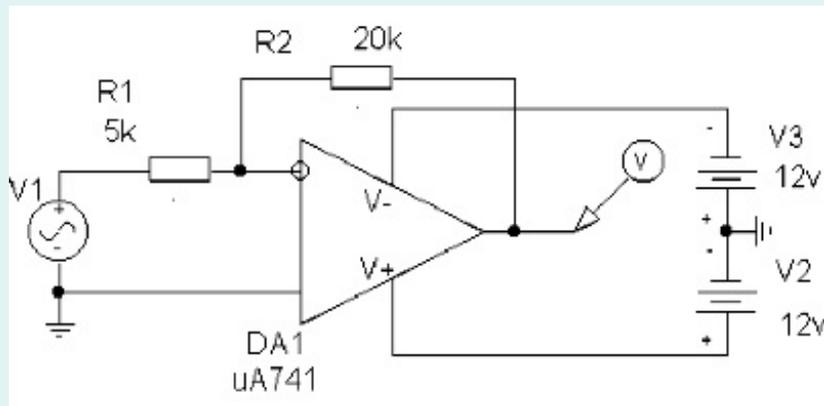
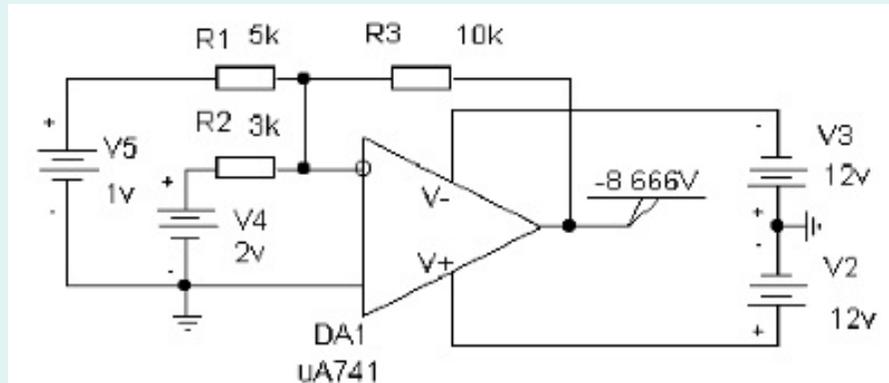

Рис. 6. Рабочая схема инвертирующего усилителя на ОУ
Рис. 8. Рабочая схема суммирующего усилителя
4. Собрать схему инвертирующего усилителя (рис. 6) с параметрами, заданными в табл. 1. На вход подать синусоидальный сигнал с амплитудой 100 мВ и частотой 1 кГц и определить коэффициент усиления инвертирующего усилителя.
6. Собрать схему сумматора (рис. 8). Параметры сумматора заданы в табл. 1. На входы подать постоянное напряжение (см. табл. 1). Определить напряжение на выходе усилителя.
7. Для исследования схемы инвертирующего усилителя необходимо собрать схему усилителя согласно рис. 6.
схему инвертирующего усилителя (рис. 6) собрать схему сумматора (рис. 8).